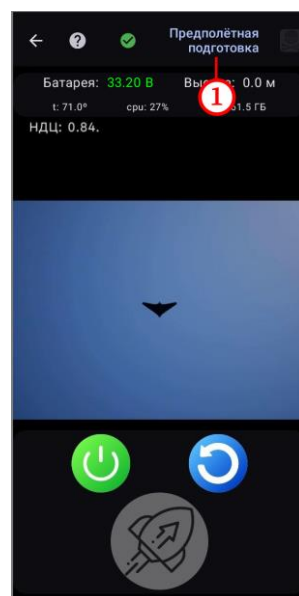

Рисунок 37
- нажать на кнопку «Предполётная подготовка», расположенную в верхней части экрана (рисунок 37, шаг 1);